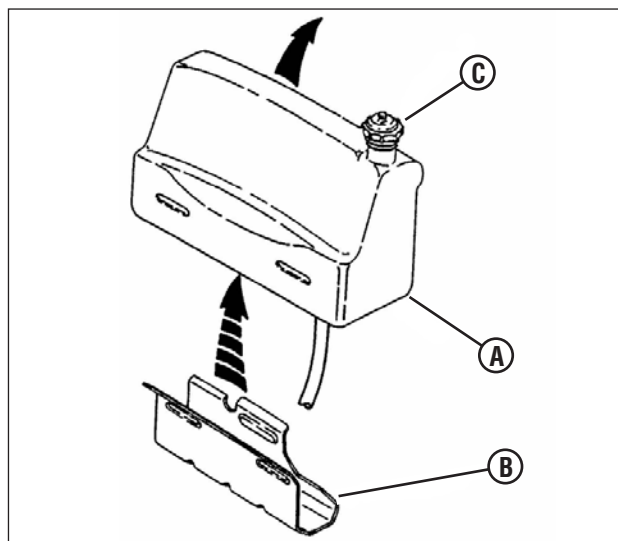

Figura 31: Removendo o tanque de combustível
1. No lado esquerdo da máquina, puxe o tanque de combustível (**A, Figura 31**) diretamente para cima, retirando-o do suporte do tanque de combustível (**B**).